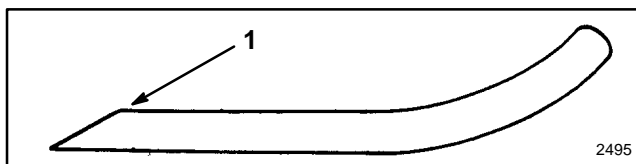

Abbildung 28
6. SCHÄRFEN DES MESSERS - Mit einer Feile die Oberkante des Messers (die zum Mähergehäuse zeigt) schärfen und dabei den ursprünglichen Schnittwinkel beibehalten (Abb. 28). Das Messer bleibt ausgewuchtet, wenn von beiden Schnittkanten gleichviel Material abgetragen wird.